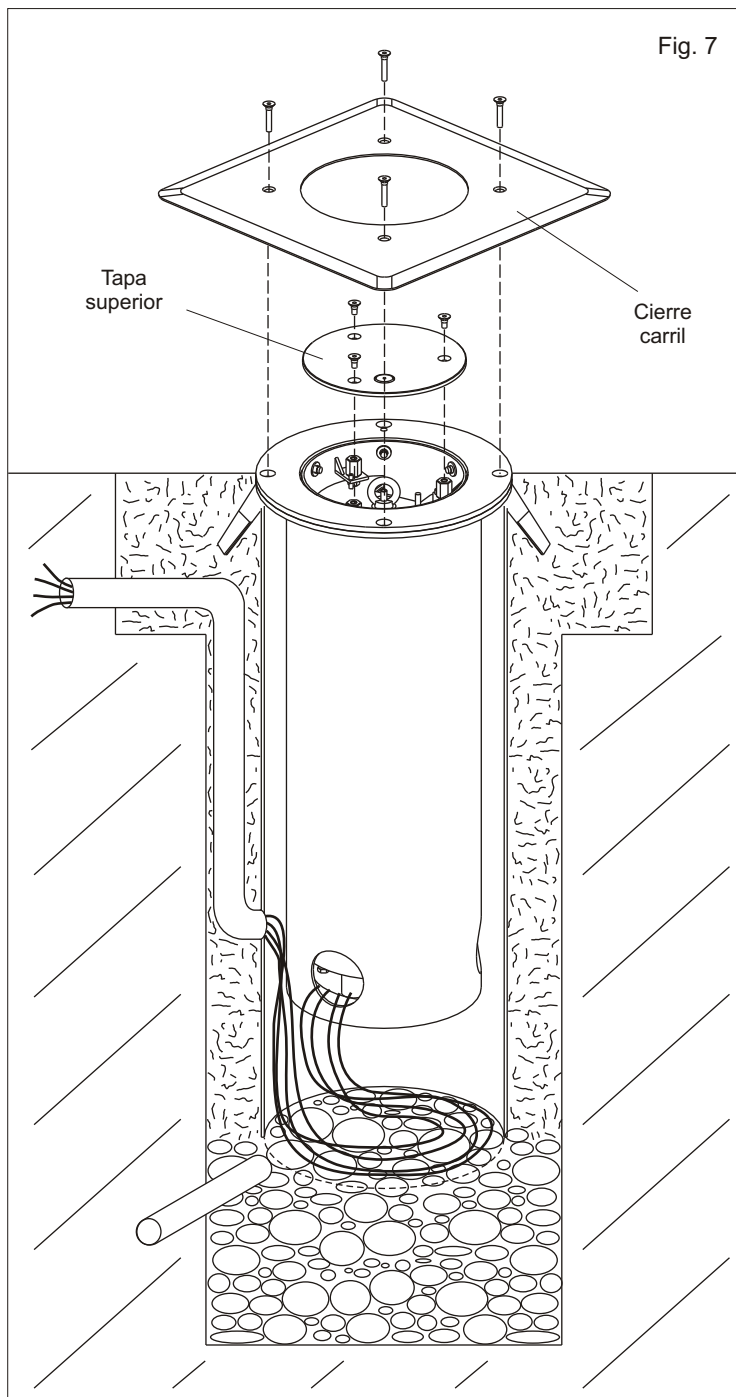

Fig. 7
2.3. Llevar el disuasor a golpe con la placa de fundación teniendo cuidado de dejar acomodado en el fondo del tubo los cables eléctricos. (Fig. 7)
2.4. Fijar el disuasor a la placa de fundación mediante el cierre carril y los 4 tornillos en dotación (Fig. 7).
Sucesivamente montar la tapa superior. (Fig. 7)